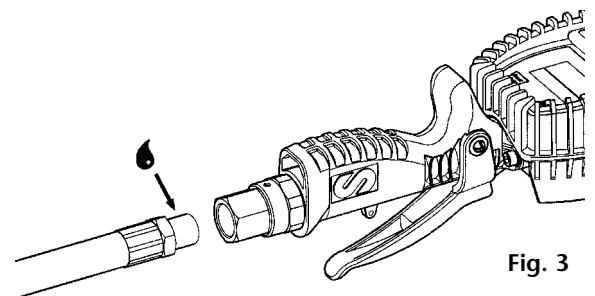

Fig. 3
2. Thread the dispensing hose to the inlet swivel of the hose end meter using sealer (fig 3).
2. Rosque la manguera de suministro a la rótula de entrada de la pistola contadora usando sellador (Fig. 3).
2. Fixer le flexible de distribution à la rotule d'entrée du pistolet compteur à l'aide d'une pâte d'étanchéité (Fig. 3).
2. Den Zulaufschlauch am Einlaßgelenk unter Verwendung von Dichtungsmasse befestigen. (Bild 3).